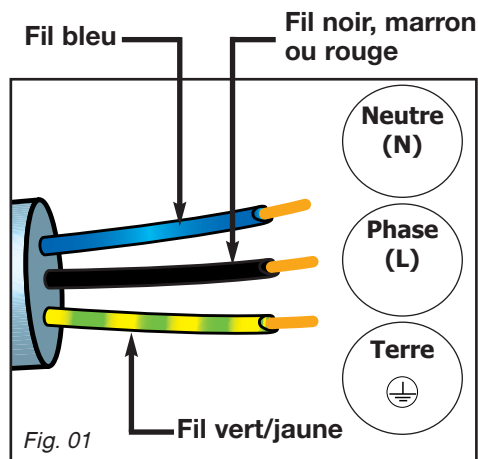

Fig. 01
– Branchez les fils sur l'installation en respectant les couleurs des fils (Fig. 01).